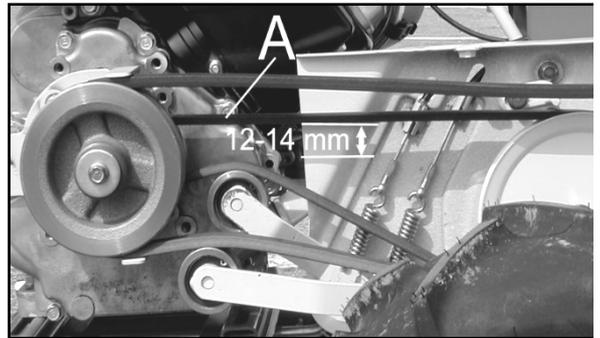

Figure 24
- Quand vous appuyez sur cette courroie avec un doigt (A, Figure 24) la flèche doit être comprise entre 12 et 14 mm (Figure 24). Si tel n'est pas le cas, modifier la tension du câble de commande de la transmission. Reportez-vous au chapitre